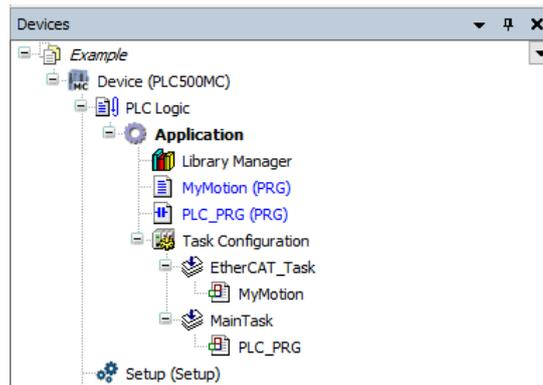

Figura 3.2: Agregar el POU MyMotion a la tarea EtherCAT_Task.
- Arrastre el **POU MyMotion** bajo la tarea **EtherCAT_Task**, como presentado na Figura 3.2.